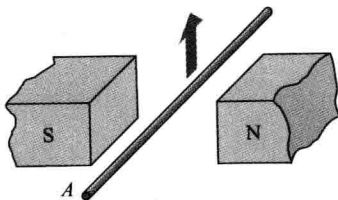

图 7-52
21. 一段 20cm 长的导体在磁铁的两极之间向上运动, 如图 7-52 所示, 磁极端面边长 8.5cm, 磁通为 1.24Wb, 运动在导体两端产生了 44mV 感应电压, 试问导体的运动速度是多大?
22. (a) 对于图 7-52 所示的导体, 字母 A 标记端的极性是什么?